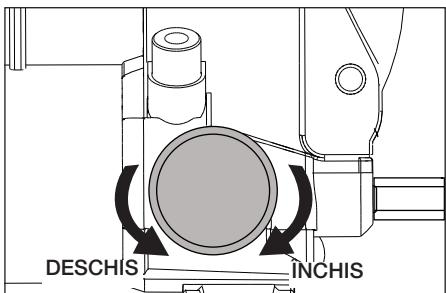

Figura 8, Valva de înaltă presiune
- Închideți valva de înaltă presiune rotind butonul în sens orar până când se oprește. Vezi figura 8.